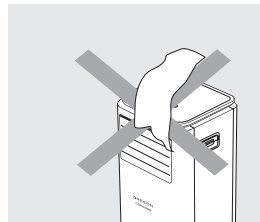

рис. 15
3. Никогда не кладите на прибор посторонние предметы, не перекрывайте вход или выход воздуха из прибора. Снижение расхода воздуха приведет к снижению производительности и может привести к повреждению кондиционера (рис. 15).